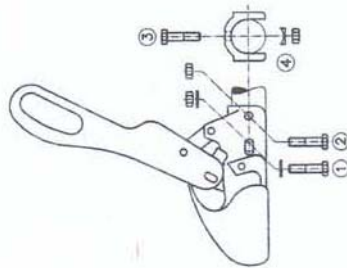

Bild 3: Anschluss
Die Zugkugelpkupplungen WS 3000-H/LB sind spezielle Ausführungen für Auflaufbremsen und werden mit Kreuzschraubung (1)+(3) und dem Lochabstand 40 mm montiert. (Bild 3) Das Befestigungsmaterial gehört nicht zum Lieferumfang.
2.2 Wird die Zugkugelpkupplung WS 3000/3500 als Ersatz für einen anderen Kupplungstyp eingesetzt, so ist bei Aufbaueinrichtungen darauf zu achten, daß der Stoßdämpfer wieder vor-schriftsmäßig montiert und evtl. im Zugrohr vorhandene Distanzrohre korrekt aufgefädelt werden. Als Hilfsmittel bei der WS 3000-D bitte die mitgelieferten Bolzen Ø 12x34 mm oder Ø 12x49 mm je nach Deichselrohrdurchmesser verwenden. Bei der WS 3500-D Ø 14x58 mm. Bolzen als Durchschlag bei der Demontage der Befestigungsschraube (2) oder (3) (Bild 3) je nach Befestigungsart des Stoßdämpfers verwenden und während der Montage/Demontage der Zugkugelpkupplung zur Zentrierung des Stoßdämpfers im Zugrohr stecken lassen. Beim Durchstecken der neuen Befestigungsschraube, Bolzen wieder entfernen.